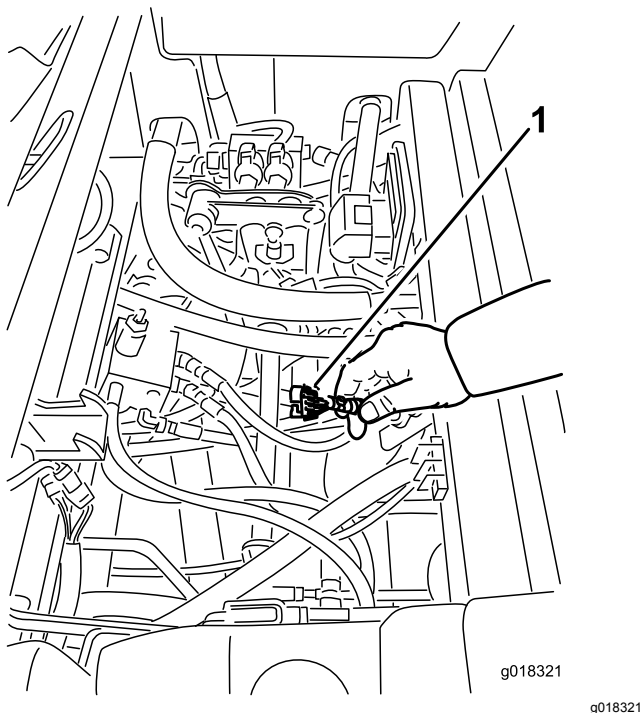

Figura 22
3. Accedete al cablaggio preassemblato ed ai connettori accanto al controller (Figura 22).